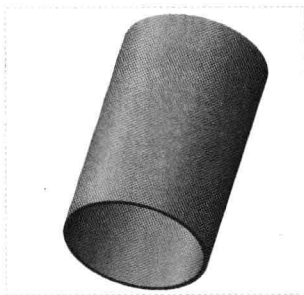

图 5-74 图形文件
Step 01 按【Ctrl+O】组合键，打开图形文件，如图 5-74 所示；在“功能区”选项板的“模型”选项卡中，单击“形状”面板中“扫描”右侧的下拉按钮，在弹出的下拉列表中选择“螺旋扫描”选项，弹出“螺旋扫描”选项卡；单击“参考”按钮，在弹出的“参考”下滑面板中单击“定义”按钮。